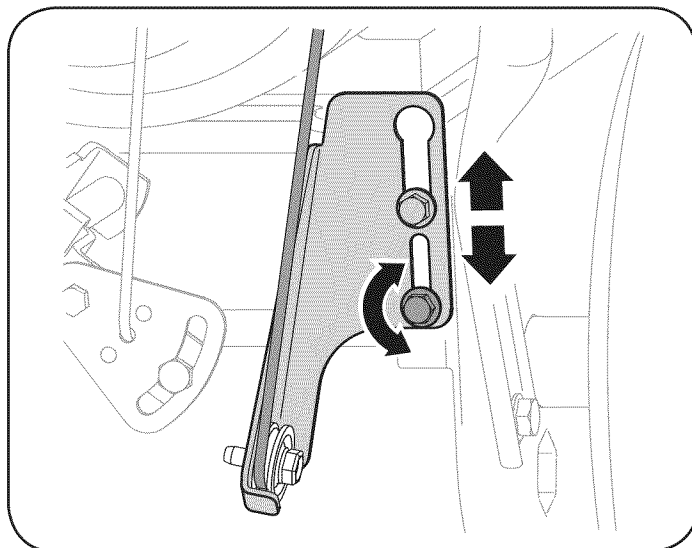

Figura 25
- b. Afloje la tuerca hexagonal inferior del soporte del cable de la transmisión. Vea la figura 25.